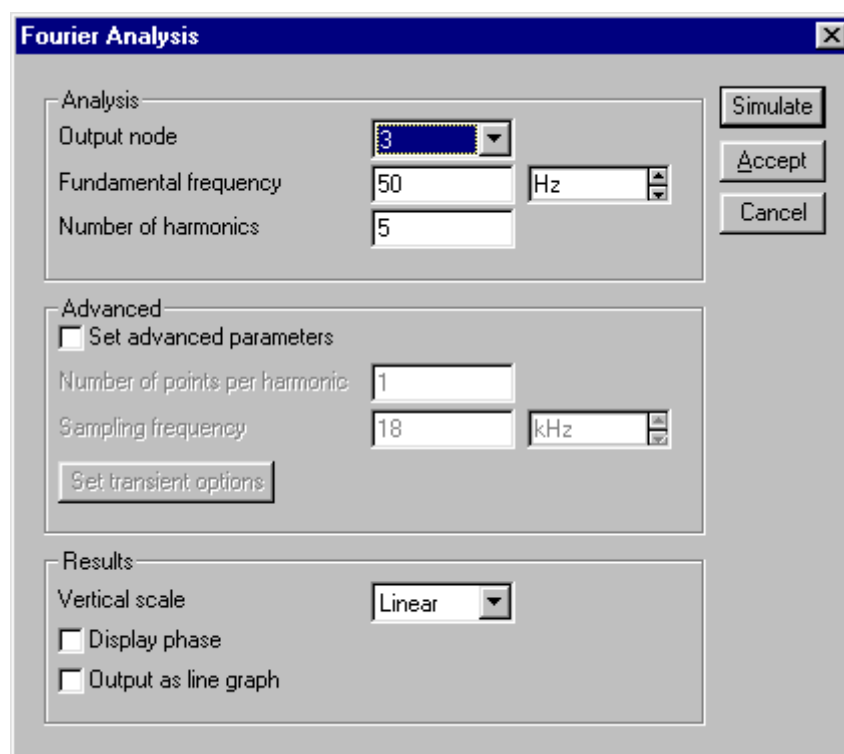
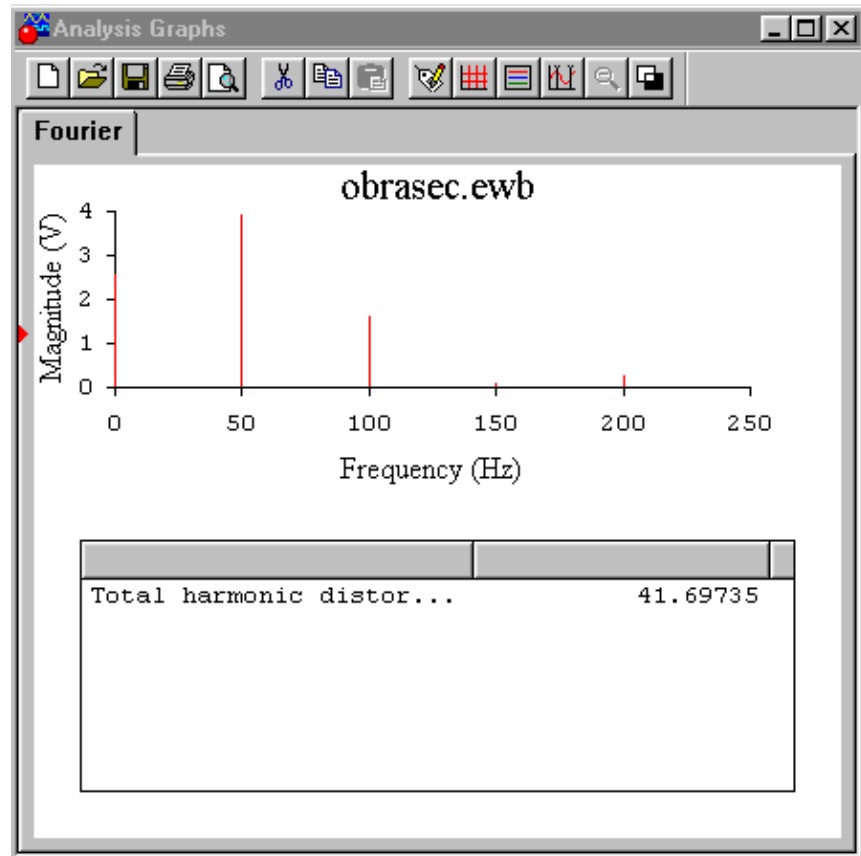
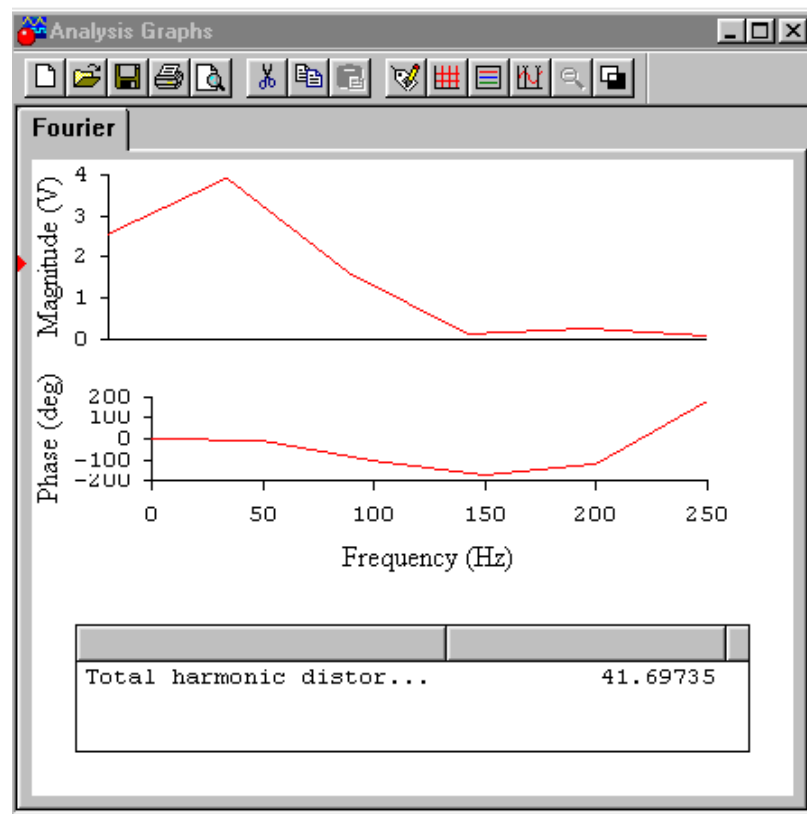

Рис.41. Окно задания параметров спектрального анализа
Рис. 42. Результаты спектрального анализа
Рис. 43. Представление результатов спектрального анализа в виде непрерывных графиков
**Команда *Fourier* меню *Analysis*** (рис. 26) запускает режим Фурье–анализа (спектрального анализа). При выборе этой команды необходимо задать параметры моделирования с помощью диалогового окна (рис. 41), в котором опции имеют следующее назначение:
В результате спектрального анализа получаем линейчатый спектр исследуемого сигнала, в нижней части рисунка указывается коэффициент нелинейных искажений в процентах (рис. 42 – результат анализа сигналов в схеме на рис. 1 при настройках, принятых на рис.41).
Если в окне на рис. 41 установить последние опции (*Display phase* – показать распределение фаз и *Output as line graph* – показать спектр в виде непрерывного графика), то результаты анализа приобретают вид, показанный на рис. 43 (верхняя кривая — распределение амплитуд, нижняя — распределение фаз гармонических составляющих).